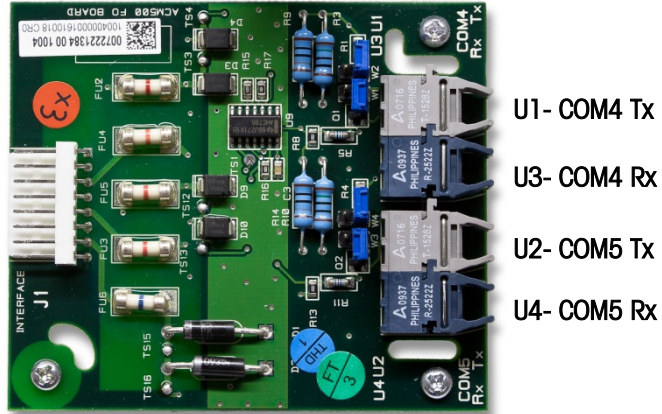
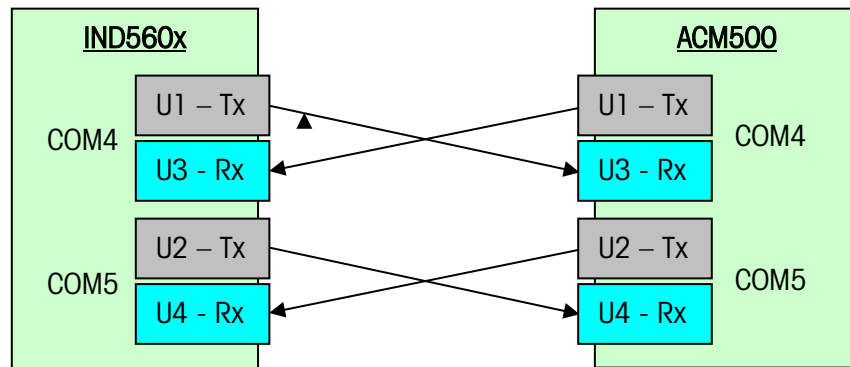

Figure 3-9 : Carte de l'interface à fibres optiques
Figure 3-10 : Schéma des connexions du câble à fibres optiques
3. Lors de la connexion des câbles à fibres optiques au COM4, déterminez lequel des deux câbles à fibres optiques provient du port COM4 de l'IND560x. Branchez le câble à fibres optiques de l'émetteur COM4 (U1) de l'IND560x dans le récepteur COM4 (U3) de l'ACM500 et le câble du récepteur COM4 (U3) de l'IND560x dans l'émetteur COM4 (U1) de l'ACM500. Voir la Figure 3-9 pour l'identification des émetteurs et des récepteurs sur la carte de l'interface à fibres optiques ACM500. La Figure 3-10 indique le câblage approprié entre l'IND560x et l'ACM500.
- Lors de l'installation d'une connexion à COM5, déterminez lequel des deux câbles à fibres optiques provient du port COM5 de l'IND560x. Branchez le câble à fibres optiques de l'émetteur COM5 (U2) de l'IND560x dans le récepteur COM5 (U4) de l'ACM500 et le câble du récepteur COM5 de l'IND560x dans l'émetteur COM4 (U2) de l'ACM500. La Figure 3-10 indique le câblage approprié entre l'IND560x et l'ACM500.